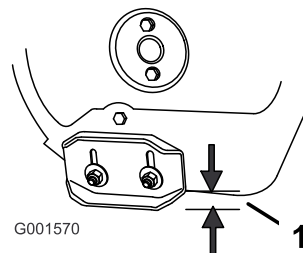

Bild 41
2. Lösen Sie die Muttern, mit denen beide Kufen an den Seitenplatten des Räumwerks befestigt sind, bis sich die Kufen leicht nach oben und unten verschieben lassen (Bild 41).